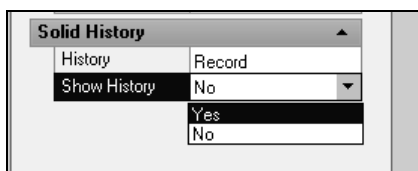

Рис. 6.22. Настройка вывода журнала составного тела в палитре **Properties**
3. В раскрываемом списке **Show History** (Показать протокол) на палитре свойств объекта **Properties** (Свойства) выберите **Yes** (Да) (рис. 6.22).